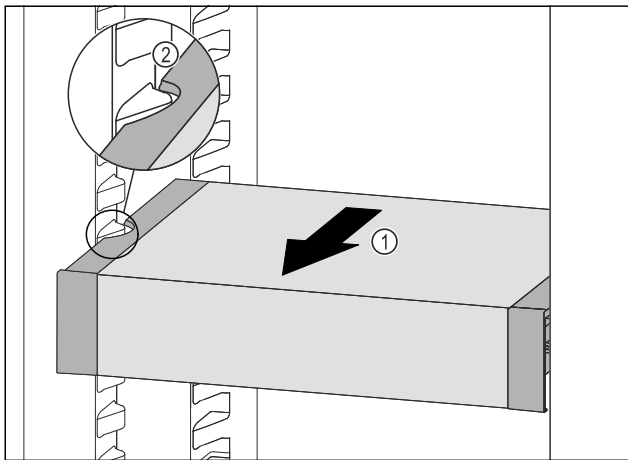

Fig. 123
- Tõmmake VarioSafe'i ettepoole Fig. 123 (1), kuni VarioSafe'i külgmised väljalõiked asuvad jahutusosas anumari kõrgusel. Fig. 123 (2)